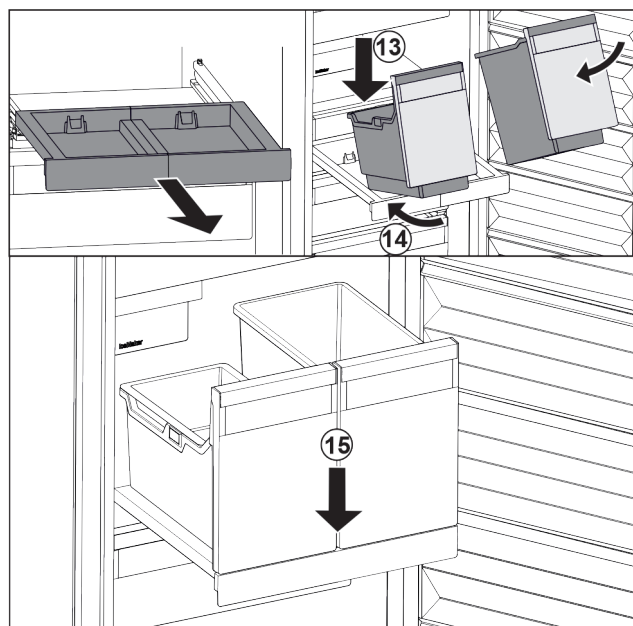

Fig. 145
- Nasaďte nádobu šikmo na vysouvací desku. Fig. 145 (13)
- Zasuňte nádobu šikmo dozadu. Fig. 145 (14)
- Usadte vpředu nádobu. Fig. 145 (15)